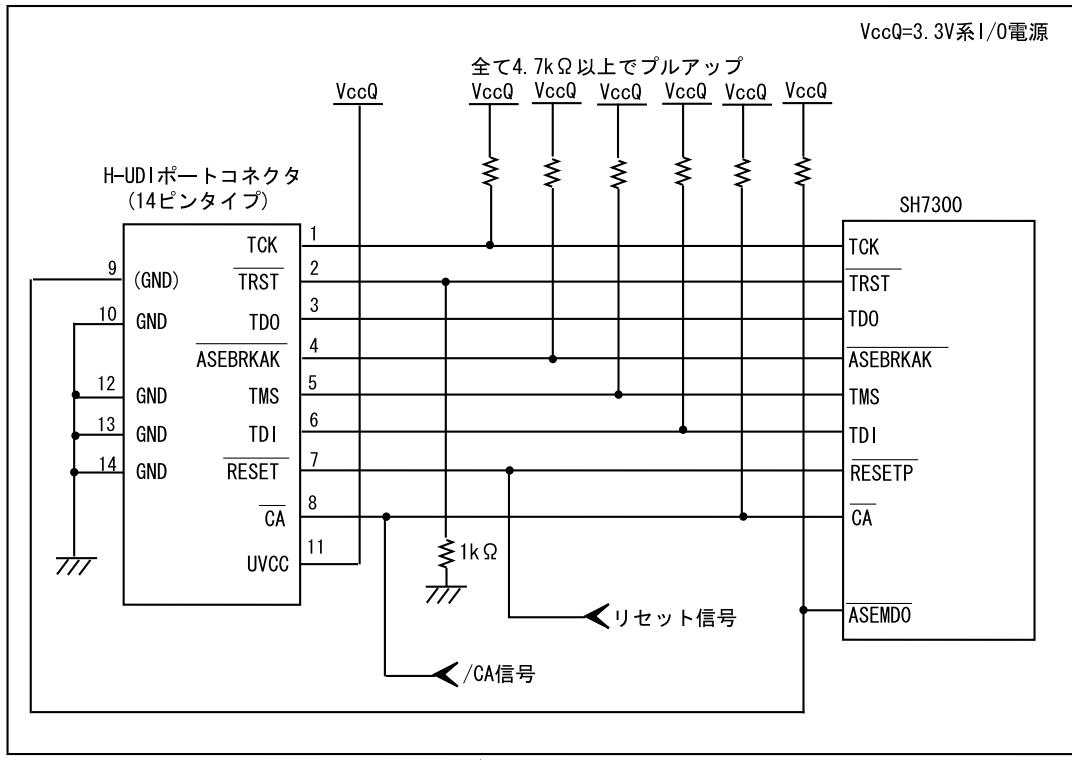

図 1.5 E10A-USB 使用時の H-UDI ポートコネクタ - チップ間の推奨接続例
- 図 1.5 推奨接続例で回路を組んだ場合の E10A-USB エミュレータのスイッチ設定:SW2=1, SW3=1